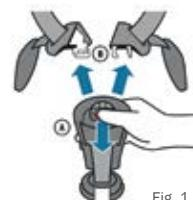

Fig. 1
1. Posiziona il tuo bambino il più arretrato possibile sulla seduta di Stingray Swing-out. Per consentire al bambino di inserire più facilmente le braccia attraverso gli spallacci, si consiglia di allentare completamente premendo il pulsante e spostando il meccanismo a rullo in avanti. (Fig 1.)